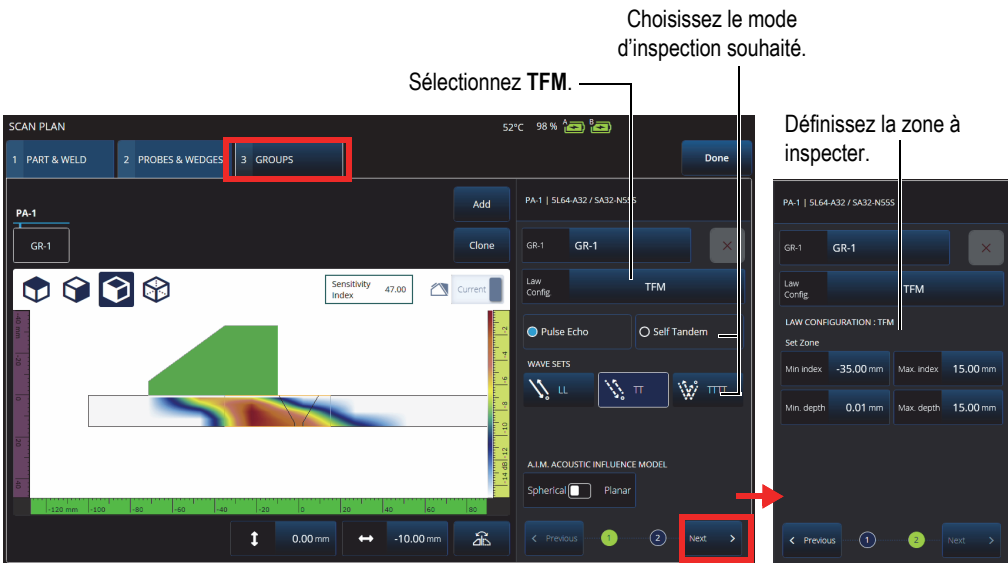

Figure 7-1 Paramètre TFM dans l'onglet Groups (Groupes)
3. Dans l'onglet **Groups** (Groupes), sélectionnez **Law Config.** > **TFM** (Config. de loi > TFM), et effectuez la configuration de la loi TFM désirée (Figure 7-1 à la page 234).